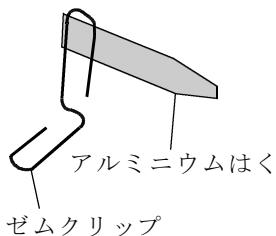

図2 端子
- 2 ゼムクリップを2個、それぞれの小さい方の輪がゼムクリップの面に対して垂直になるように立てる（図2）。
- 3 長さ5cm×幅2cmの2枚のアルミニウムはくをそれぞれ折り、長さ5cm×幅1cmとし、先端を切って細くする（図2）。
- 4 方法2のゼムクリップの大きな輪に方法3のアルミニウムはくをセロハンテapeで貼り付け、端子とする（図2）。